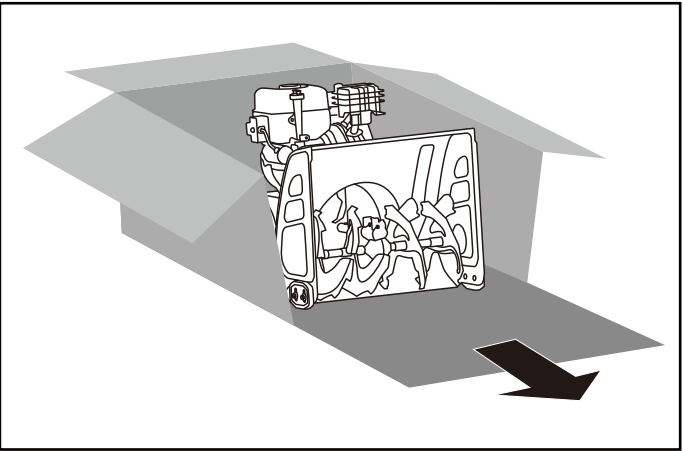

Figura 1
- Saque la sopladora de nieve de la caja. (Figura 1)